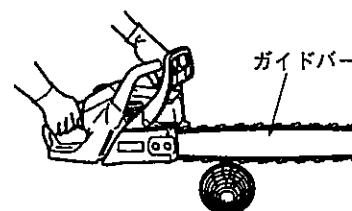

図 19
(1) チェン刃が木材に触れない状態でスロットルレバーを全開まで引き、チェン刃のスピードが完全に上がってから切断をはじめます。
(2) 細い木材を切断する場合は、ガイドバーのつけ根付近を木材に軽く当てるだけで切断できます。(図19)